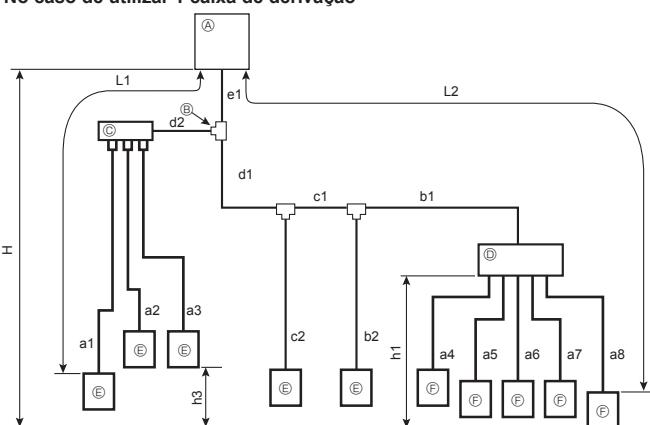

Fig. 4-3 (a)
4.2.3. Sistema misto (unidades interiores City Multi e unidades interiores da série M, S, P através da caixa de derivação) (Fig. 4-3)